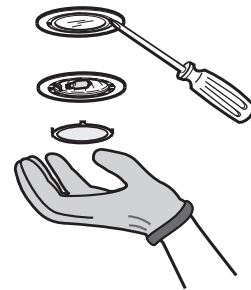

Fig. 1
2. Bänd med en liten skruvmejsel eller annat lämpligt verktyg och ta ut lampskyddet (**Fig. 1**).